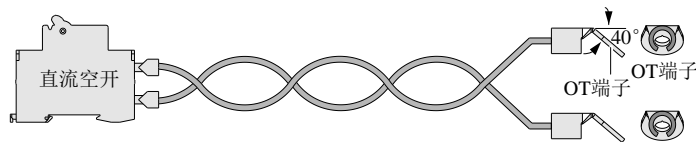

图2-4 电池电缆制作
- 3) 断开外置电池组输出空开，将电池电缆的另一端（非 OT 端子一端）接入外置电池组输出空开，注意电池组正、负极性，如图 2-4 所示。